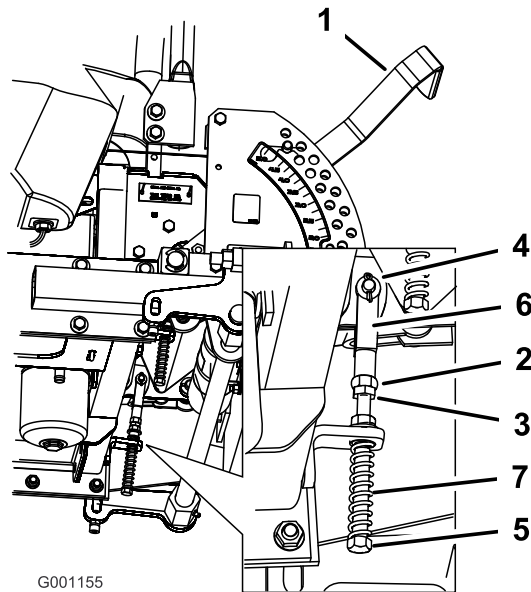

Figure 85
8. Si un réglage s'impose, desserrez l'écrou et l'écrou de blocage vissés contre la chape (Figure 85).
9. Appliquez une légère pression à l'arrière du levier et tournez la tête du boulon de réglage dans le sens voulu pour centrer le levier à la position de VERROUILLAGE AU POINT MORT (Figure 85).
10. Serrez l'écrou et l'écrou de blocage (Figure 85).